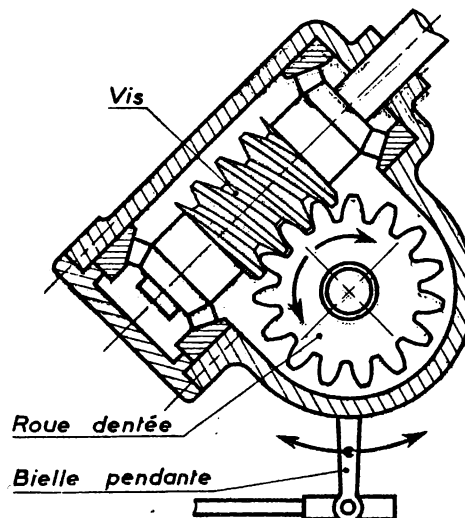

Fig. 6
- vis et roue dentée (fig. 6).